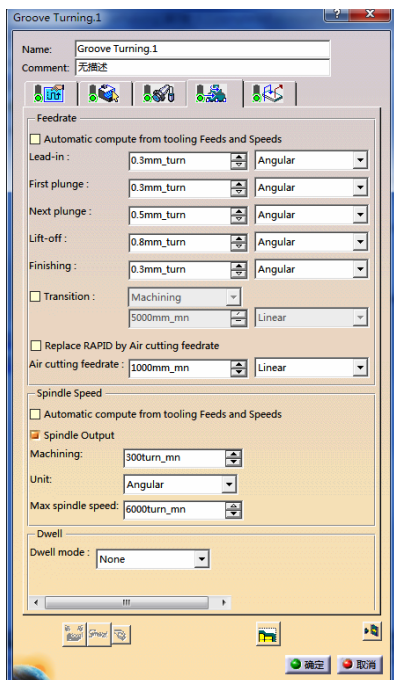

图 6-64 进给率参数选项卡（4）
4) 定义进给率。单击“Groove Turning.1”对话框中的，切换到进给率参数选项卡（4），如图 6-64 所示。